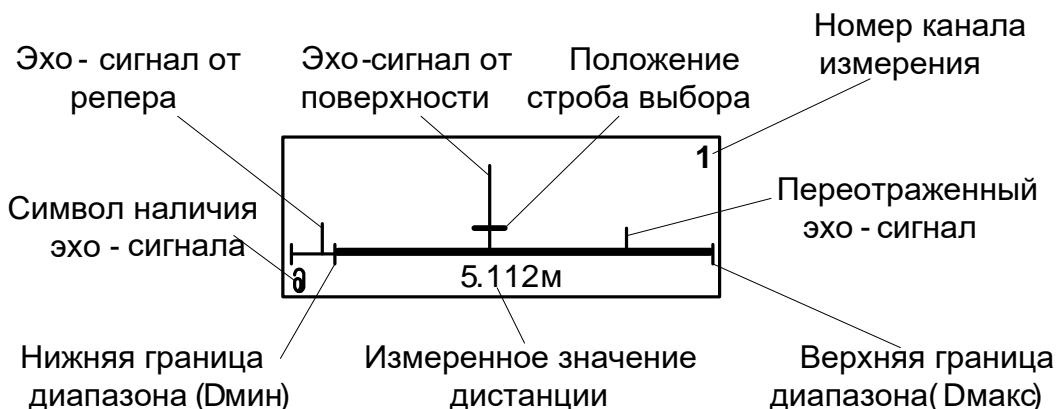

Рис.2. Вид окна **РАЗВЕРТКА**.
- 1.1.8. В расходомере предусмотрена возможность индикации в графической форме регистрируемых сигналов, попадающих в заданный диапазон измерений. Сигналы отображаются в окне **РАЗВЕРТКА** (**Настройка / Параметры объекта / Развертка**) в порядке прихода по времени (рис.2).